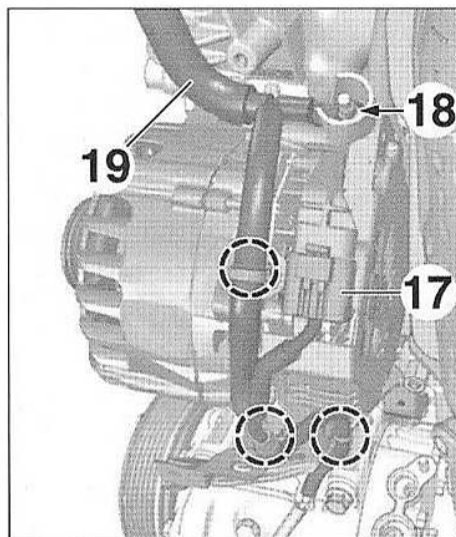

FIG.29
- Débrancher le connecteur (17) (Fig.29).
- Déposer l'écrou (18).
- Libérer le faisceau (19).